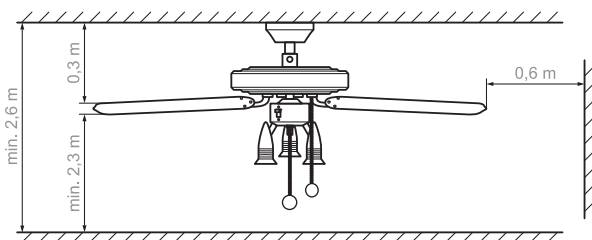

Abb. 1: Mindestabstände des Deckenventilators
- Der Mindestabstand der Flügelspitzen zum Boden muss im montierten Zustand 2,30 m betragen. Der Abstand zwischen Flügel und Decke muss mindestens 0,30 m betragen. Der seitliche Abstand zu Raumwänden oder Hindernissen muss mindestens 0,60 m betragen (s. Abb. 1).